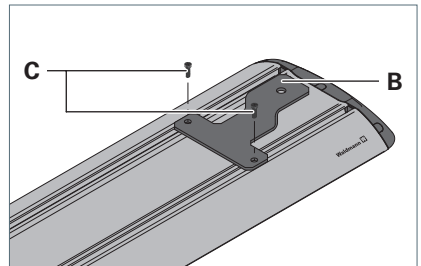
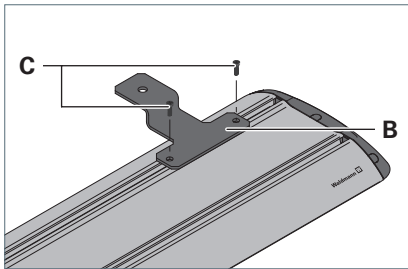

Fig. 6: Winkel für Montageart „Oben, fest“ montieren, Möglichkeit 1.
Fig. 7: Winkel für Montageart „Oben, fest“ montieren, Möglichkeit 2.
- ▶ Montieren Sie die zwei beigelegten Winkel **B** mit den beigelegten Schrauben **C** und den Gleitmuttern an die Leuchte und ziehen Sie die Schrauben fest, siehe Fig. 6 oder siehe Fig. 7.